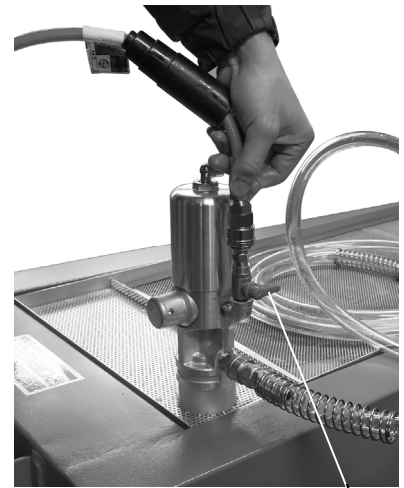

Fig.4.4
- 5) ボールバルブが閉じていることを確認してから、ポンプのエア供給口にエアホースを接続し、元圧を供給してください。(Fig.4.4)